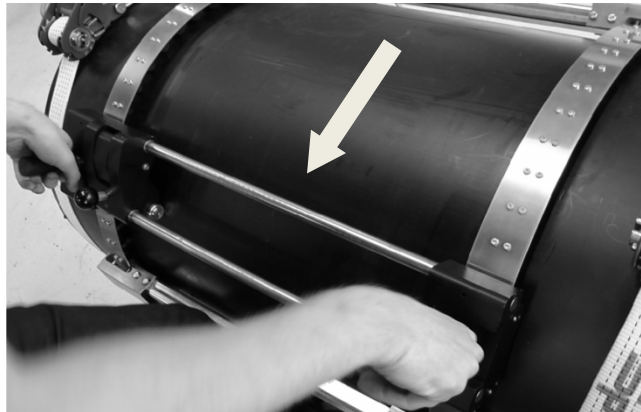

Fig. 10
22. För att skrapa röret, drag skrapverktyg TL 225 med båda handtagen, Fig. 10. Det rekommenderas att, om möjligt, skrapa i en enda rörelse.